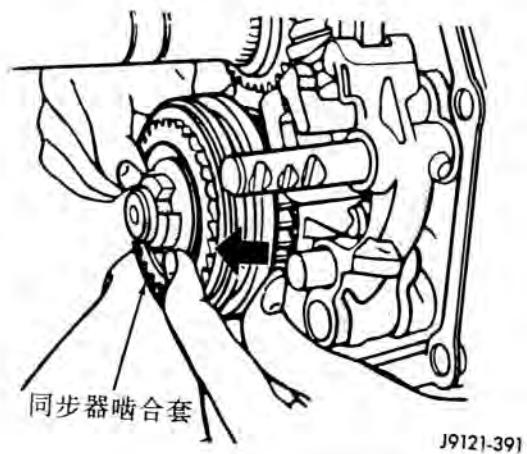

图 86 锁住五档同步器
(15) 把五档齿轮同步器啮合套向后推使之与五档接合齿圈啮合锁住(图 86)。